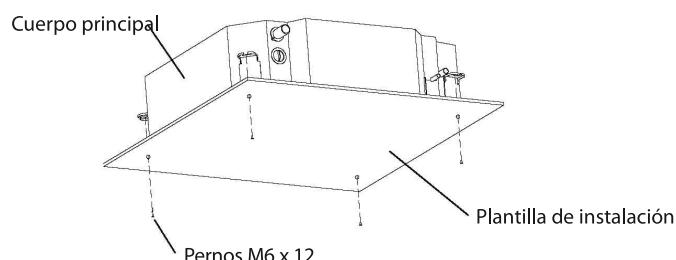

Fig. 5.5
5. Montar la unidad interior. Sera necesario levantar y asegurar la unidad con dos personas. Ingresar los pernos de suspensión en las perforaciones de suspensión de la unidad. Ajustarlas usando las arandelas y tuercas incluidas (vease fig. 5.5).